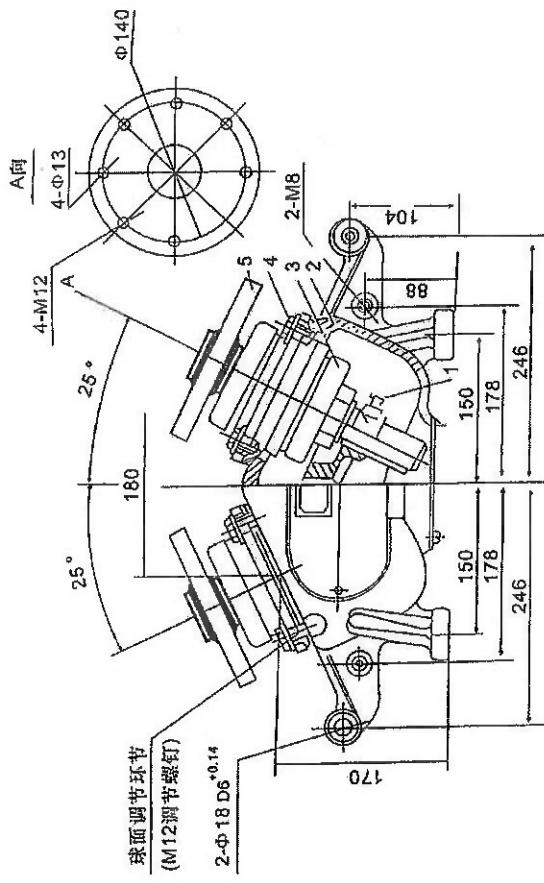

图1-2 底座
(1) 改变三相连动拉杆的长度。
(2) 利用底座上的球面调整环节(图1-2所示), 松紧其周围的4个调节螺钉(注意不要使瓷瓶向两侧倾斜, 要使两柱保持在同一平面内), 此时必须注意底座内的伞齿轮的啮合情况, 必要时应重新转动伞齿轮的位置, 以保证转动灵活。
(3) 触头上各接触点应全部接触, 并保证接触点的可靠接触。同时, 接触点的标记应位于对称中心, 然后再将螺钉拧紧, 并量测其回路电阻, 其数值见表1-4。进行上述调整时, 是在隔离开关两接线端都承受正常的母线拉力条件下, 应注意各部分的尺寸要求(即无拉力下的尺寸要求)。
1) 底座部分(图1-2)